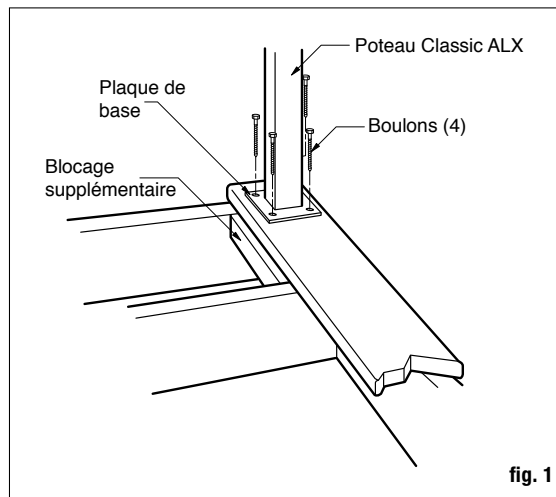

fig. 1
**Étape 1** Installez les poteaux en attachant la base en aluminium à la surface de la terrasse. Placez le poteau afin que l'attache entre dans la solive du sol, et vérifiez que la terrasse est fermement attachée à la solive à l'emplacement des poteaux. Au besoin, utilisez des blocs de bois comme renforcement en dessous de la terrasse à l'emplacement des poteaux. Les attaches qui maintiennent la base du poteau à la surface devraient être en mesure de fixer la solive ou les entretoises de renforcement, en plus de fixer la terrasse. *Remarque : Lors de l'installation du poteau en aluminium en haut d'une surface en bois, les vis doivent être insérées à une profondeur d'au moins 3 po du bois solide. Les planches de terrasse de 5/4 po ou 1 1/2 po ne fournissent pas de matériel suffisant pour une installation sécuritaire. Au besoin, ajoutez du matériel supplémentaire sous la surface (fig. 1).*
**Étape 3** Remplacez le poteau au-dessus des trous pré-perçés et insérez les attaches (non incluses). (fig. 1) Attaches recommandées : 4 – vis tire-fond en acier inoxydable de 5/16 po x 4 po ou plus longues.